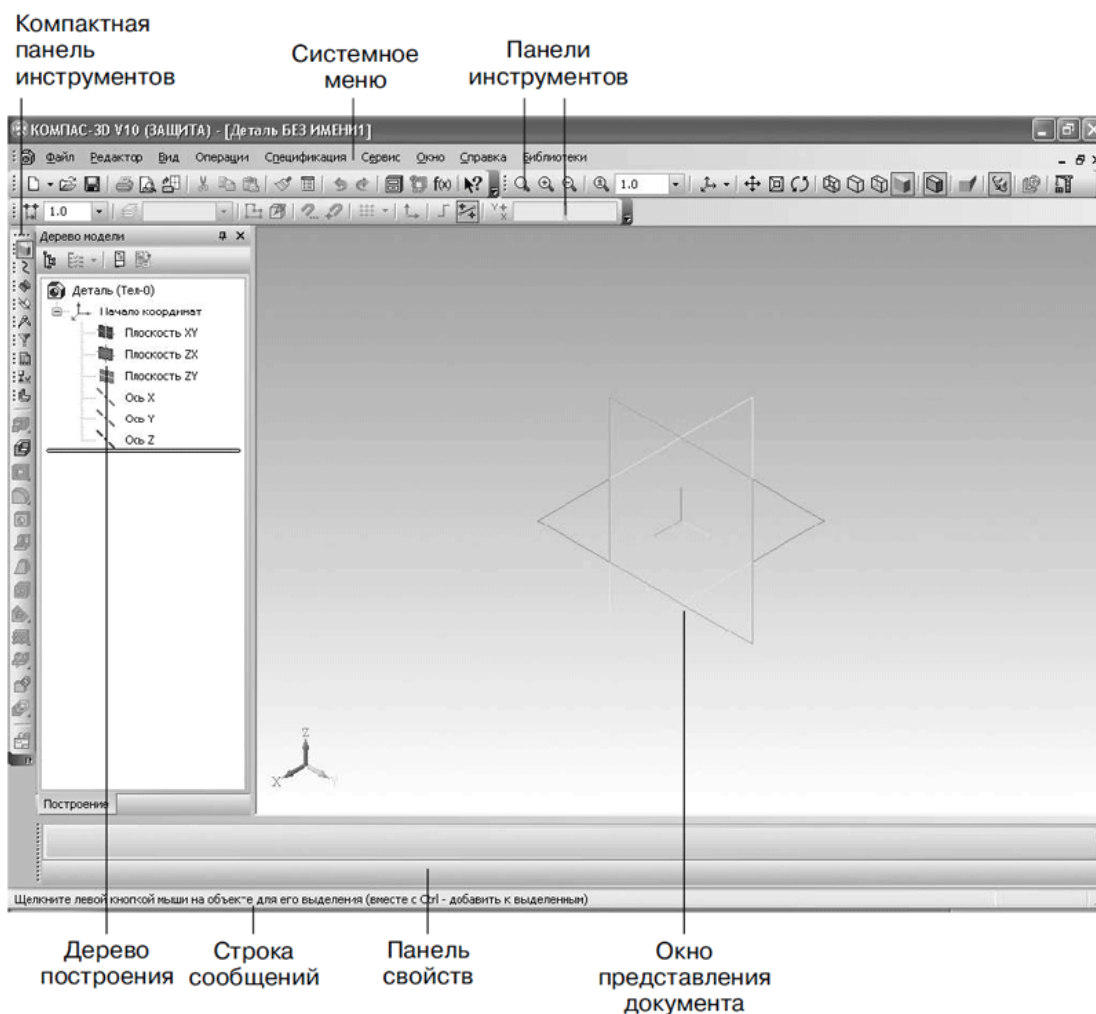

Рис. 1. Элементы пользовательского интерфейса системы Компас-3D
Для детального знакомства с интерфейсом программы выберите в диалоговом окне *Новый документ* тип файла *Деталь* и нажмите кнопку *ОК* (или просто воспользуйтесь ссылкой *Деталь* на стартовой странице программы). Система создаст новый документ *Компас-Деталь*, при этом главное меню и панели инструментов изменятся (рис. 1).
- **Компактная панель инструментов** – наиболее важный и часто используемый элемент интерфейса. Это вертикальная панель, по умолчанию расположенная в левой части окна программы. Она объединяет панели инструментов, предназначенные для создания и редактирования моделей, чертежей или элементов спецификаций. Между панелями инструментов можно переключаться с помощью специальных кнопок (на рис. 1 эти кнопки